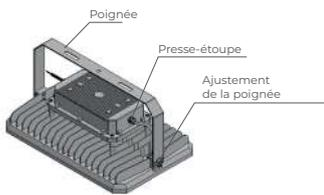

Figure 01
- Placez la vis dans le trou de la poignée de fixation pour l'ajustement de l'angle souhaité, serrez-la à l'aide d'une clé Allen de taille M5. Voir la figure 01 et 02.
- Utilisez une tige de montage avec un filetage minimum de M10 d'une longueur de 18 mm, appliquez un verrouillage de filetage. Fixez-la au plafond ou à la structure métallique. Voir la figure 01.
③